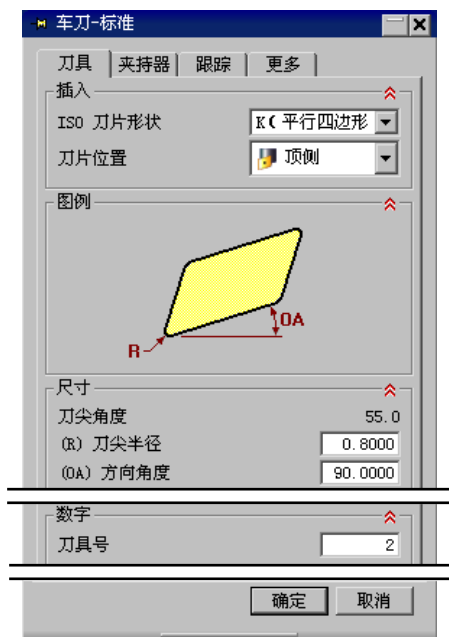

图 7.2.26 “车刀-标准”对话框
Step3. 在“车刀-标准”对话框中设置图 7.2.26 所示的参数,并单击 夹持器 选项卡,选中 ☒ 使用车刀夹持器 复选框,其他采用系统默认参数设置,单击 确定 按钮,完成 2 号刀具的创建。